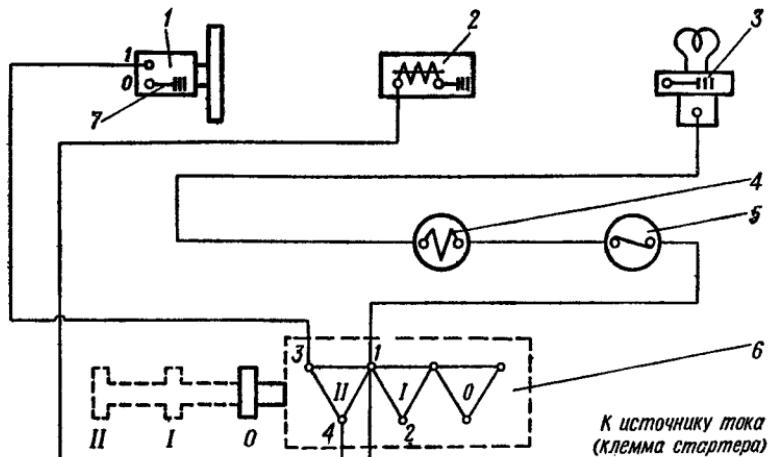
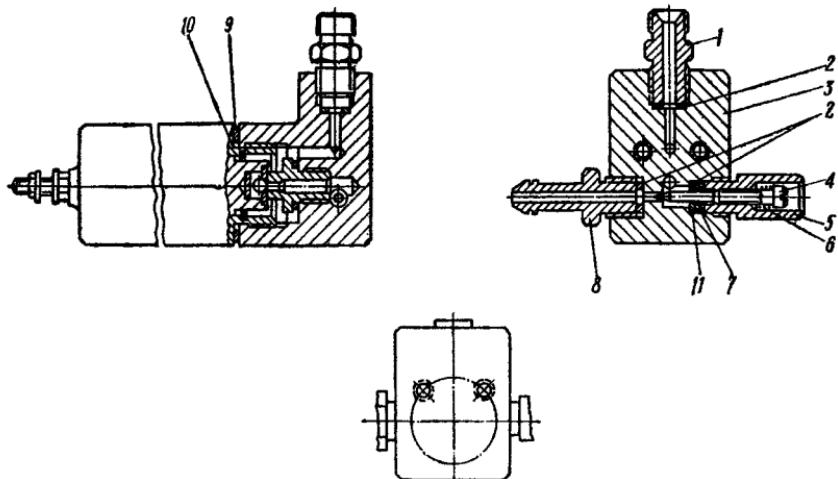

Рис. 100. Схема электрооборудования предпускового подогревателя:
Рис. 102. Электромагнитный клапан:
6. Нормальный процесс горения бензино-воздушной смеси устанавливается регулировочной иглой 4 электромагнитного клапана (см. рис. 102). Для увеличения в смеси топлива необходимо регулировочную иглу повернуть влево, для уменьшения — вправо. Появление пламени под масляным картером, взрывное горение с сильным гулом и большое дымление не допускаются.
12. Установите на передней стенке кабины, с левой стороны, пульт управления 8 и закрепите его двумя винтами М6×12 с гайками и шайбами. Чтобы не ухудшать внешний вид трактора, гайки с шайбами должны находиться внутри кабины. В отверстие Ø 20, имеющееся в боковой стойке кабины, вставьте резиновую втулку 23 и через нее пропустите пучок проводов пульта управления подогревателем. Подсоедините электрические провода согласно схеме (рис. 100). Провода закрепите манжетами 13 (рис. 99) по месту (для подсоединения провода к клемме стартера пускового двигателя необходимо снять левую боковину кабины).
5. Для смачивания асбеста горелки переместите ручку переключателя в положение II (рис. 100) на 15—20 секунд. При этом включается электродвигатель вентилятора и открывается электромагнитный клапан (рис. 102). Затем поставьте переключатель в 0-е положение и нажмите на рычажок выключателя свечи накаливания. При достижении светло-красного каления контрольной спирали включите электровентилятор, поставив рычажок переключателя в положение I (продувка). При воспламене-